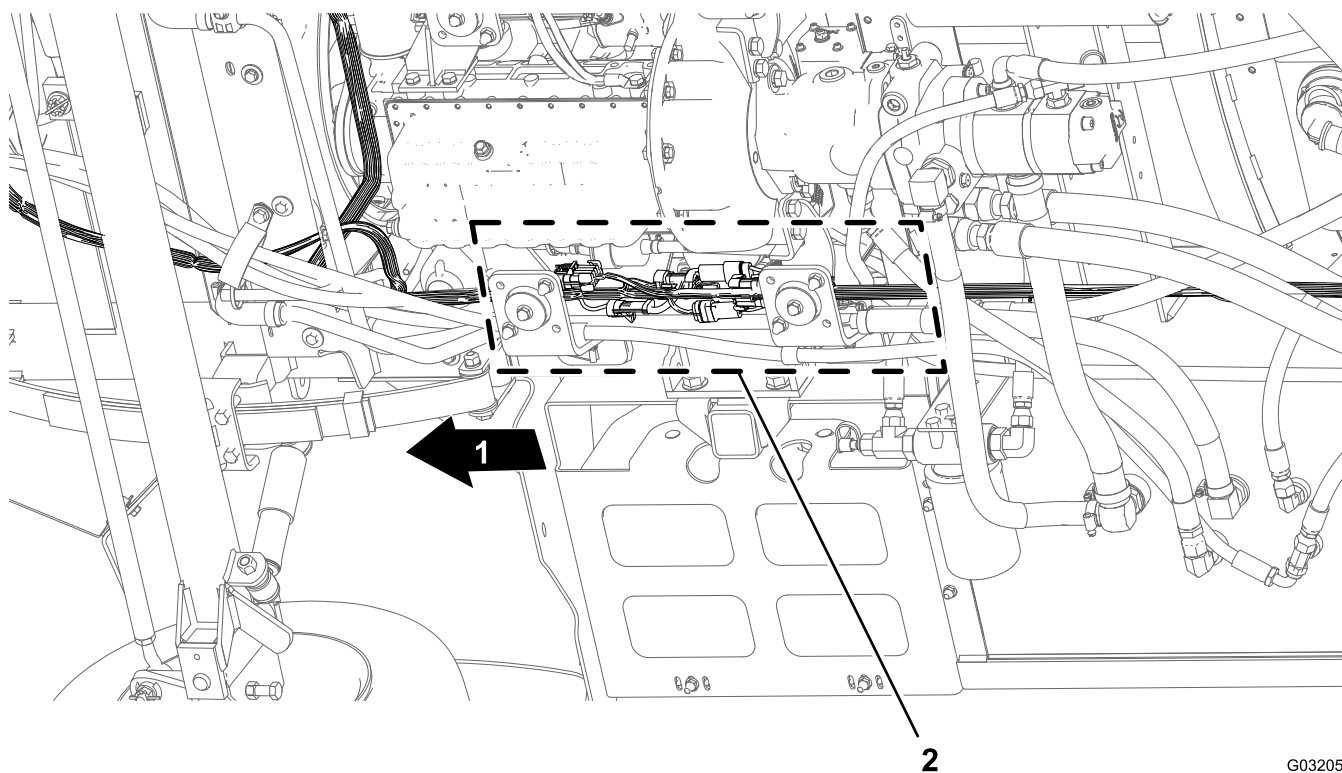

Figura 28
1. Debaxo da máquina, ao lado do tubo da estrutura do lado direito, localize os conectores elétricos para a cablagem dianteira e traseira da máquina (Figura 28).